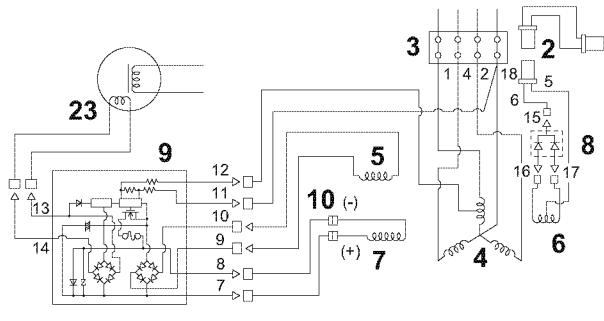

Рис. 27 Электрическая схема (фрагмент)
Для измерений во время осмотров и оценки годно/брак (OK/NG), основанной на результатах измерений, используйте стандартное напряжение и сопротивление и допустимый диапазон из Таблица 2 и Рис. 27, Схемы и системы on page 72.
Используется: Рис. 27 Электрическая схема
- Найдите выпрямитель в ряду “Наименование детали” таблицы и отметьте значения, которые находятся в колонке “Условия измерений”, которые соответствуют (Рис. 27, (2) и (3)).
- Найдите наименование детали (Рис. 27, (2), (3)), расположение и электрическую схему на рисунке. (Компоненты и электрическая схема зависят от модели.)
- Отсоедините указанные детали (Рис. 27, (2) и (3)).
- Отключение разъема (II) (Рис. 27, (2))
- Отключение терминала (Рис. 27, (3))
- Измерьте напряжение на выходах разъема (II) (Рис. 27, (2)), к которому подключены точки 5 и 6.
1. Выполните действия 1 – 4 процедуры контроля проверкой напряжения, используя таблицу и схему. (Выберите (Рис. 27, (6) и (8)) и выполните измерения в точках 15-16 и 15-17.)
1. Выполните действия 1 – 4 процедуры контроля проверкой напряжения, используя таблицу и схему. (Отсоедините (Рис. 27, (4)-(9), (5)-(9), (9)-(10) и (9)-(23)) и измерьте напряжение между 7-8, 7-9, 7-10, 7-13, 7-14 и в других сочетаниях.)